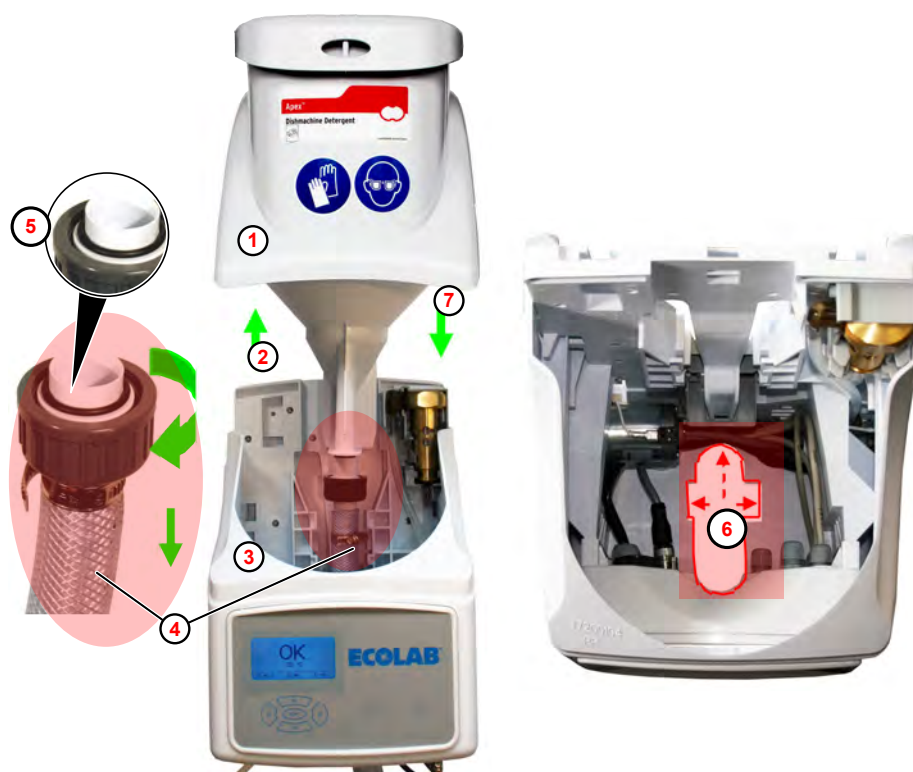

Fig. 13: Smontaggio tramoggia
1. ➤ Estrarre la tramoggia (Fig. 13 , ①) tirando verso l'alto ② .
2. ➤ Tirare la tramoggia insieme al tubo di scarico ④ verso l'alto estraendola dall'alloggiamento.
4. ➤ Pulire l'o-ring ⑤ manualmente.
6. ➤ Tenere lontano tutte le linee di connessione nell'alloggiamento dal vano tramoggia ⑥ .
7. ➤ Inserire la tramoggia nuovamente dall'alto nell'alloggiamento ③ ⑦ .
8. ➤ Riavvitare il tubo di scarico ④ in modo stretto alla tramoggia.